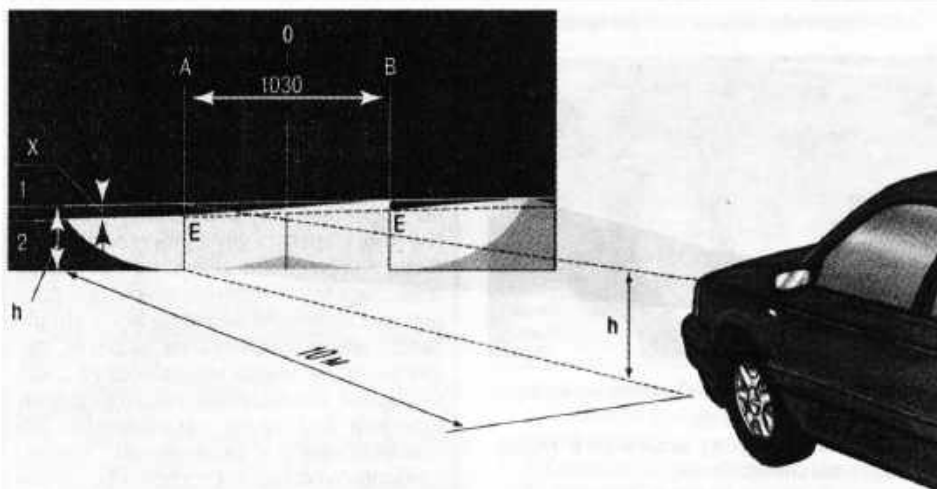

Рис. 9.14. Регулировка света фар
2. Установите автомобиль перпендикулярно гладкой стене (например, гаража) на расстоянии 10 м. Положите на сиденье водителя дополнительный груз массой 75 кг. Разметьте на стене экран, как показано на рис. 9.14.
8. Фары считаются отрегулированными, когда верхние границы левых частей световых пятен совпадают с линией 2 (см. рис. 9.14), а вертикальные линии A и B (см. рис. 9.22) проходят через точки E1 и E2 пересечения горизонтальных и наклонных участков световых пятен.
Вращая регулировочный винт на автомобилях с кузовом B3 (см. рис. 9.22) и на автомобилях с кузовом B4 (рис. 9.18), добейтесь, чтобы верхние границы световых пятен находились на линии 2 (см. рис. 9.14) или чуть ниже нее.